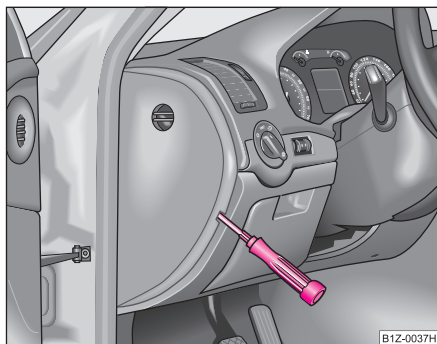

Fig. 212 Cubierta de fusibles: lado izquierdo del cuadro de instrumentos
- Retire la cubierta de fusibles en el lado del cuadro de instrumentos con ayuda de un destornillador ⇒ fig. 212, o la cubierta de fusibles en el vano motor ⇒ página 295.